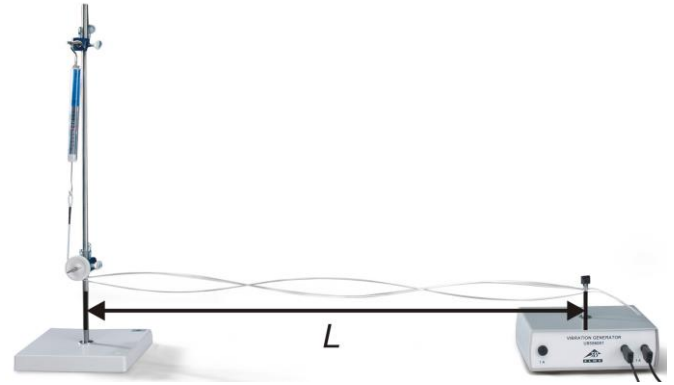

Fig. 4b: La figura mostra la lunghezza (effettiva)  $L$  della corda tesa.
- Impostare una distanza fra lo stativo con dispositivo di deviazione e il generatore di vibrazioni che corrisponda alla lunghezza (effettiva)  $L$  della corda (fig.4b) che è pari a ca. 90 cm. Tendere la corda con l'ausilio del dinamometro ( $F \approx 0,6$  N) e bloccarla solo leggermente con la vite a testa zigrinata posta sullo spinotto del generatore di oscillazioni.